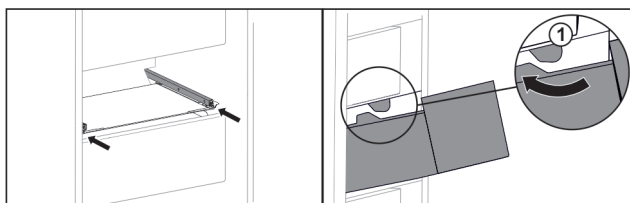

Fig. 136
- ▶ Introduzca el cajón rodeando los topes Fig. 136 (1).